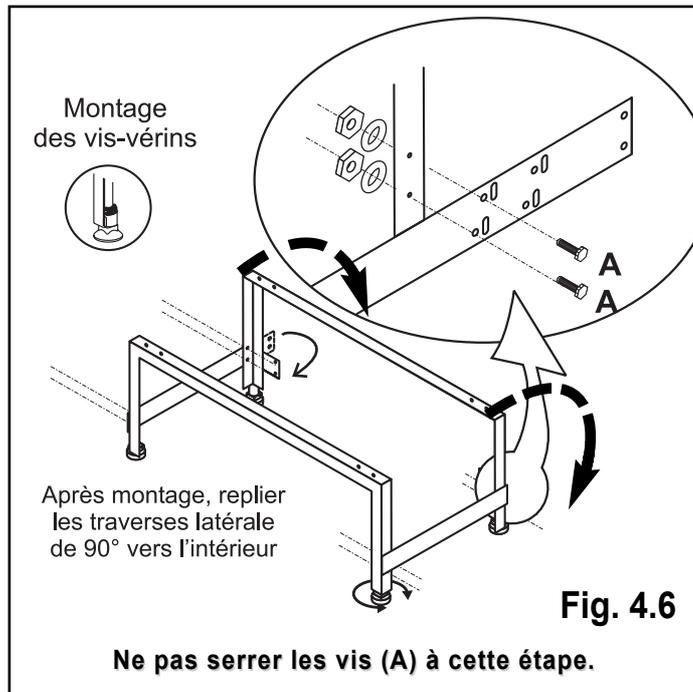

Fig. 4.6
1. Basculer le piétement sur sa face arrière (cf fig. 4.6).
4. Serrer les vis (A).